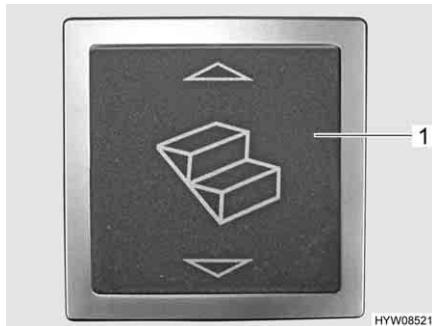
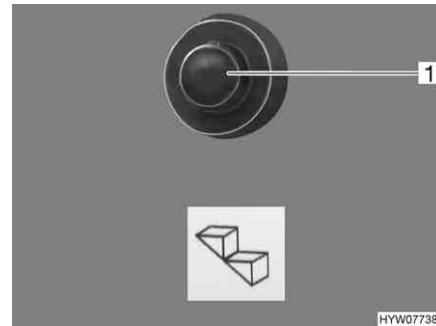

Fig. 7 Pulsante basculante dello scalino di ingresso (zona di ingresso)
Fig. 8 Pulsante a pressione dello scalino di ingresso (cruscotto)
*Inserimento:* ■ Premere l'interruttore a bilico (Fig. 7,1) nella zona di ingresso oppure il pulsante a pressione (Fig. 8,1) sul cruscotto nella cabina di guida.
*Estrazione:* ■ Premere l'interruttore a bilico (Fig. 7,1) nella zona di ingresso.